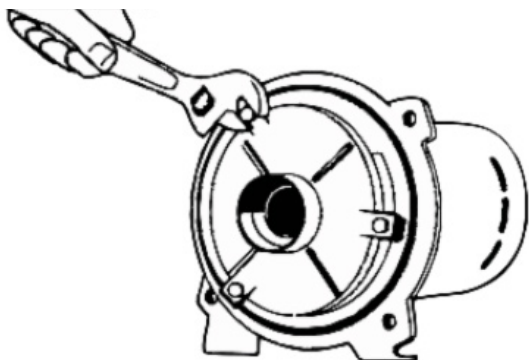

Figure 10 : Retirer la plaque du diffuseur
4. Retirez les boulons de la plaque du diffuseur et détachez le diffuseur (figure 10). Lors du remplacement du diffuseur, utilisez trois cales de 0,010 po d'épaisseur espacées de manière égale entre l'œil de l'impulseur et le diffuseur pour éviter que la impulseur ne frotte le diffuseur et ne se coince.